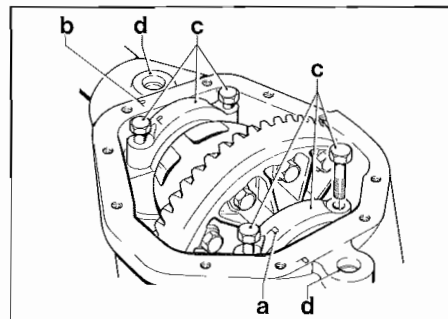

Fig. 32
3. Prendere nota dei riferimenti praticati sui cappelli di supporto dei cuscinetti (A - Fig. 32) e sulla scatola ponte (B - Fig. 32) per il corretto rimontaggio.
4. Togliere i cappelli utilizzando le viti allentate per facilitare il distacco dai cuscinetti (C - Fig. 32).
5. Pulire l'interno dei fori per le spine dell'attrezzo tenditore (D - Fig. 32) ed eliminare ogni forma di danneggiamento eventualmente presente sui margini dei fori stessi, in modo da permettere la corretta installazione dell'attrezzo.
3. Note markings on bearing caps (A - Fig. 32) and axle casing (B - Fig. 32) for use when refitting.
4. Remove bearing caps using the loosened bolts to ease the caps away from the bearing (C - Fig. 32).
5. Remove any inclusions from stretcher holes (D - Fig. 32) and rectify any damage on edges of holes in order that the carrier stretcher tool will fit correctly.